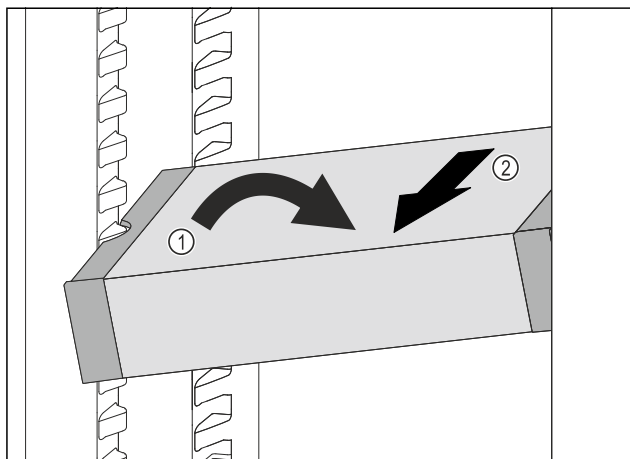

Fig. 177
- VarioSafe postavte v chladničke šikmo. Fig. 177 (1)
- VarioSafe vyberte dopredu. Fig. 177 (2)